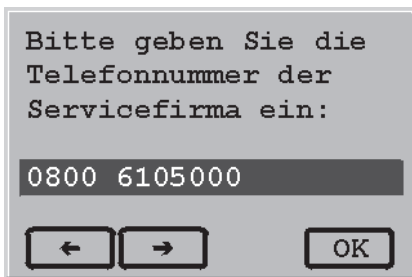

Abb. 45
- Telefonnummer eingeben (Abb. 45)